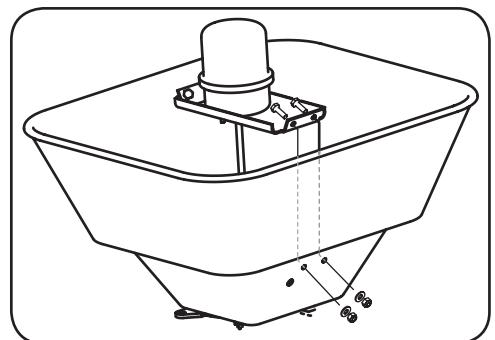

Figure 2-6
1. Fixez l'ensemble du moteur au bas de la trémie en enfiler quatre boulons M6 x 20 et en les connectant avec des rondelles plates et des contre-écrous M6. Consultez la Figure 2-6.